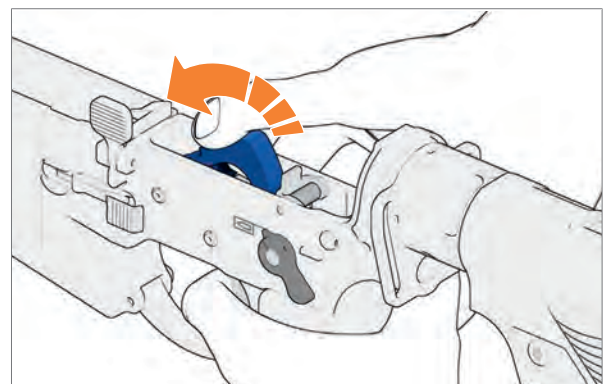

Abb. 17: Hahn langsam nach vorne führen
4. Abzug betätigen und Hahn langsam nach vorne führen (Abb. 17).